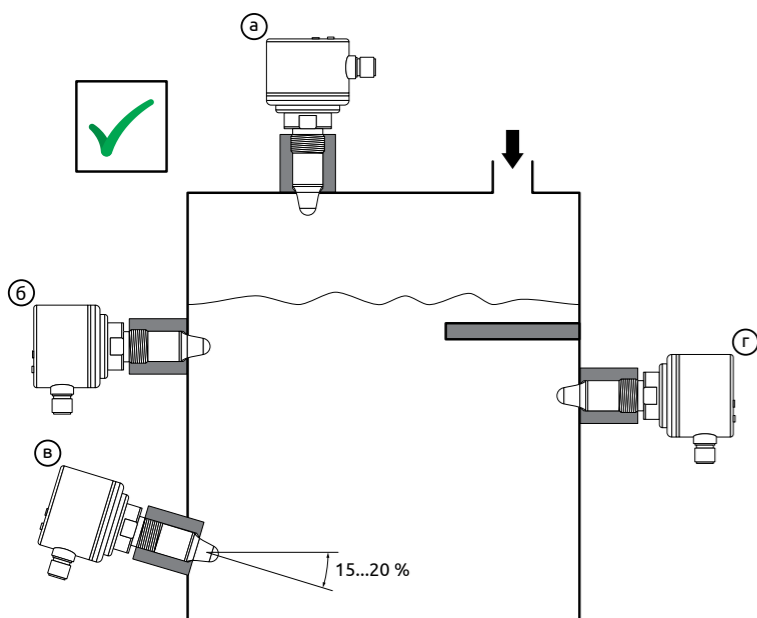

Рисунок 9 - Примеры правильной установки датчиков
- Датчик может устанавливаться в горизонтальном или вертикальном положениях (см. рисунок 9).
- При горизонтальном монтаже рекомендуется обеспечить острый угол к горизонту 15-20 градусов (см. рисунок 9, в). Это позволит уменьшить ударное воздействие и налипание на чувствительный элемент датчика.
- Датчик должен устанавливаться на достаточном удалении от загрузочного отверстия емкости (см. рисунок 9, а, б). Это позволит защитить сенсор датчика и предотвратить ложную индикацию уровня в процессе наполнения емкости. Если обеспечить данное условие невозможно, то требуется закрыть чувствительный элемент датчика защитной пластиной (см. рисунок 9, г).